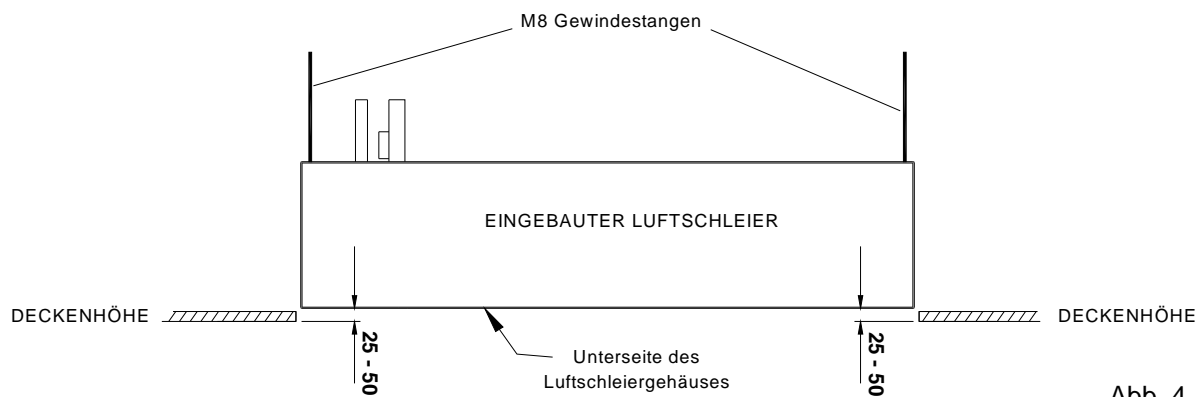

Abb. 4
**Schritt 4** Passen Sie die Höhe des Geräts an den Gewindestangen an, so dass die Unterseite des Gehäuses zwischen 25 und 50 mm in der Decke verschwindet (siehe Abb. 4). Vergewissern Sie sich, dass das Gerät gerade ausgerichtet ist.